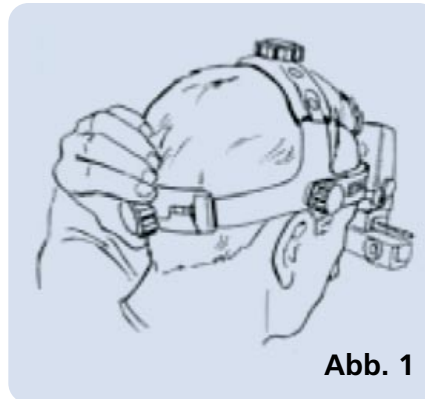
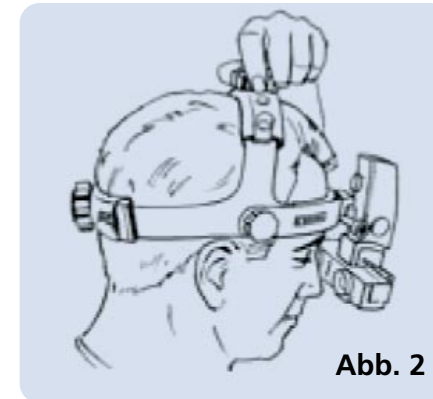

Abb. 1
Abb. 2
Stellen Sie die Größe (A) Abb. 1 und die Höhe (B) Abb. 2 so ein, dass das Instrument bequem um den Kopf herum und oben am Kopf getragen wird.